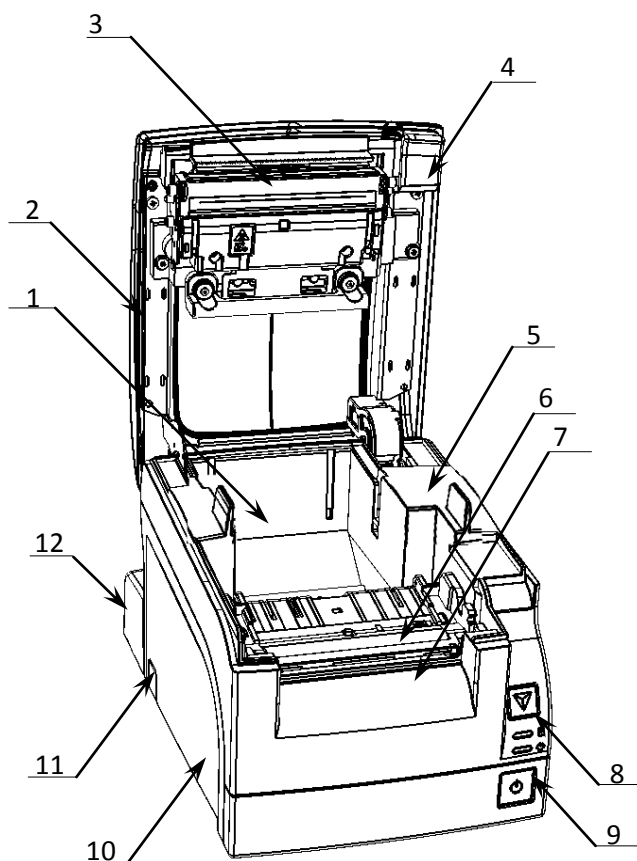

Рисунок 1. Внешний вид изделия
3. Разъем для подключения блока питания 24 В постоянного тока. Разъем (вилка) блока питания изделия имеет фиксатор, предотвращающий его случайное отсоединение. Перед отключением вилки блока питания отключите питание изделия, нажав на кнопку включения/выключения (смотрите рисунок 1 на странице 7). Затем возьмитесь за корпус вилки и плавно вытяните его из разъема. При этом внешняя часть корпуса вилки сместится относительно внутренней и освободит фиксатор. Только после этого, продолжая аккуратно тянуть, отсоедините вилку блока питания от изделия.